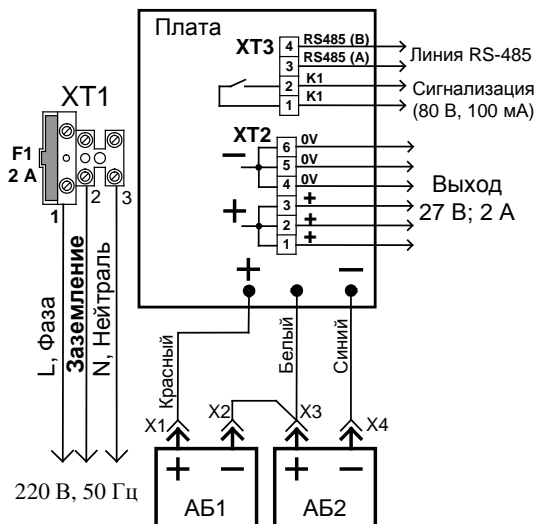

Рис. 3. Схема подключения
При подключении проводов внешнего питающего напряжения 220 В к сетевой колодке необходимо соблюдать правильность подключения «фаза», «нейтраль» и «земление». Подключение цепей к РИП производить в соответствии с рис. 3.
2.3.1 Проверить правильность произведённого монтажа в соответствии со схемой подключения РИП-24 исп. 51 (рис. 3).